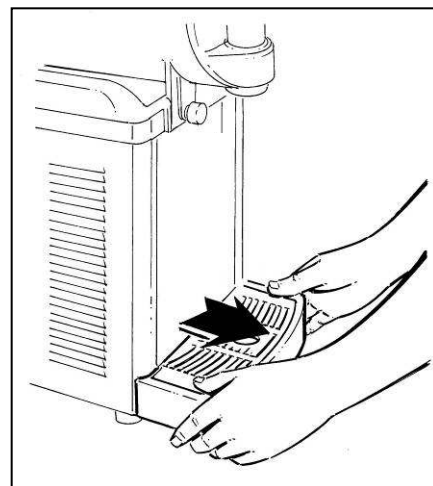

Fig. 17
- Démontez le bac d'égouttage en le tirant vers l'extérieur (voir fig. 17).